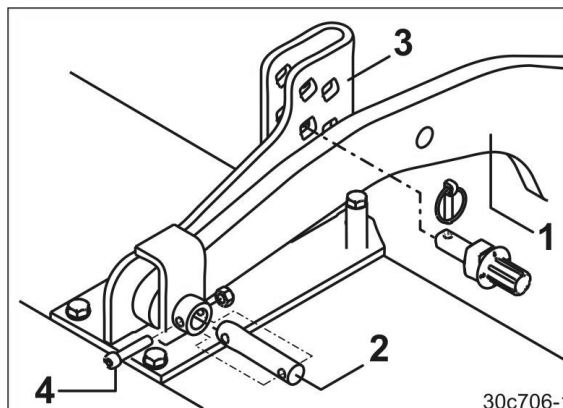

Bild 37
Fäst välten med 2 bärramar (Bild 37/1) vid markbearbetningsmaskinen.
3. Fäst vältens bärramar (Bild 37/1) i markbearbetningsmaskinens bulthållarprofiler (Bild 37/3) med bultarna (Bild 37/2) och säkra dem med skruv och mutter (Bild 37/4).
2. Lossa skruvarna med mutter (Bild 37/4) och dra ut bäramsbulten (Bild 37/2).